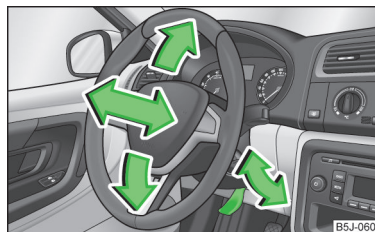

Fig. 2
- Gire la palanca situada debajo del volante hacia abajo » **fig. 2**.